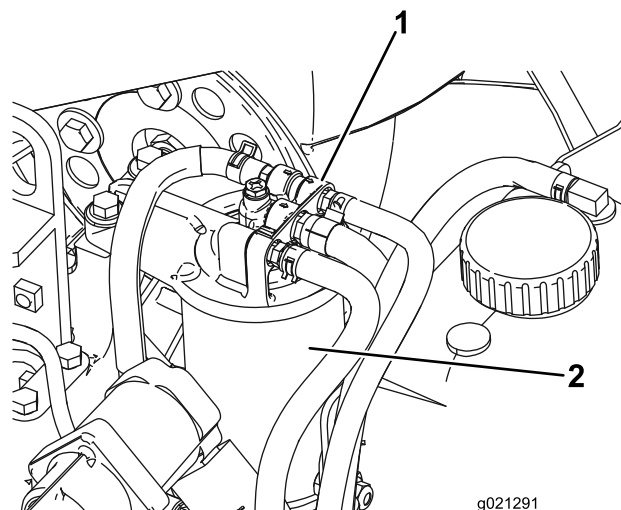

図 95
3. フィルタを外してフィルタヘッドの取り付け部をきれいに拭く図 95。
2. 燃料フィルタのヘッドの周囲をきれいに拭く図 95。